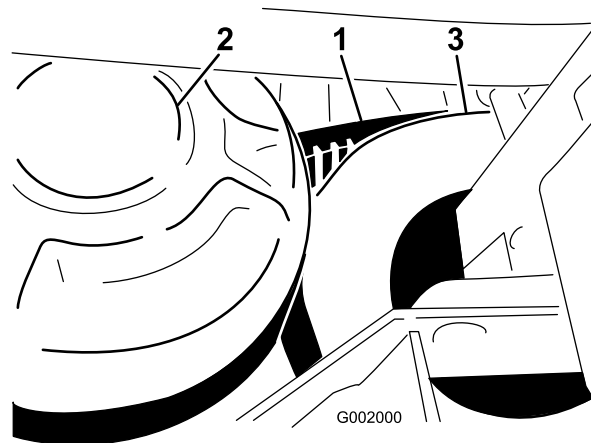

Figura 61
- Haga girar la correa y llévela sobre el embrague secundario (Figura 61).